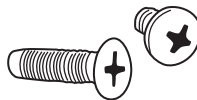

Abb. 1
Wählen Sie für die Montage des Geräts eine ebene Oberfläche von ausreichender Größe an einer geeigneten Stelle. Das Gerät kann horizontal oder vertikal montiert werden und entspricht den Bestimmungen des NFPA 1901-14.1.11.2 (US-Norm). Das Gerät wird mit Hilfe zweier L-förmigen Aluminiumhalterungen im Fahrzeug befestigt. Diese Halterungen werden mit den vier (4) Kreuzschlitz-Senkblech-Schrauben #10 aus Edelstahl im Fahrzeug angeschraubt, die im Lieferumfang enthalten sind. Befestigen Sie nun das Powerhouse an diesen Alu-Halterungen mit den vier (4) Kreuzschlitz-Flachkopfschrauben #10 aus Edelstahl, die ebenfalls im Lieferumfang des Geräts enthalten sind (Abb. 1).